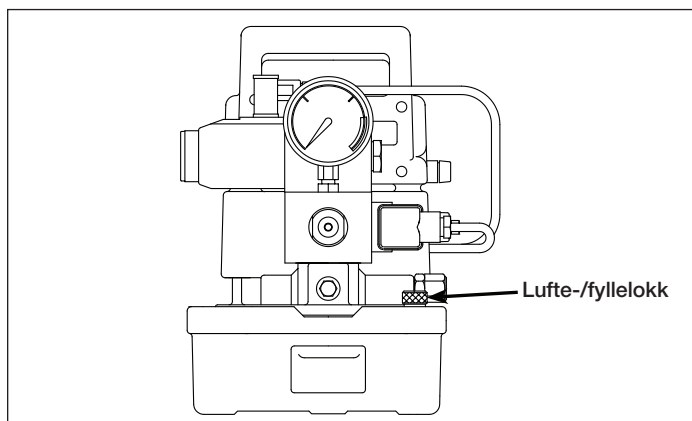

Fig. 4, Lufte-/fyllelokk
Sjekk oljestanden ved å skru ut og fjerne lufte-/fyllelokket (se fig. 4). Etterfyll Enerpac hydraulikkolje til oljen er 1 cm [1/2"] under lufte-/fyllelokkåpningen.
3. Åpne pumpens lufte-/fyllelokk, på det fremre høyre hjørnet av tanken, ved å dreie det 1-2 omdreininger (se fig. 4).
1. Fjern lufte-/fyllelokket fra øverst til høyre på tanken (se fig. 4).